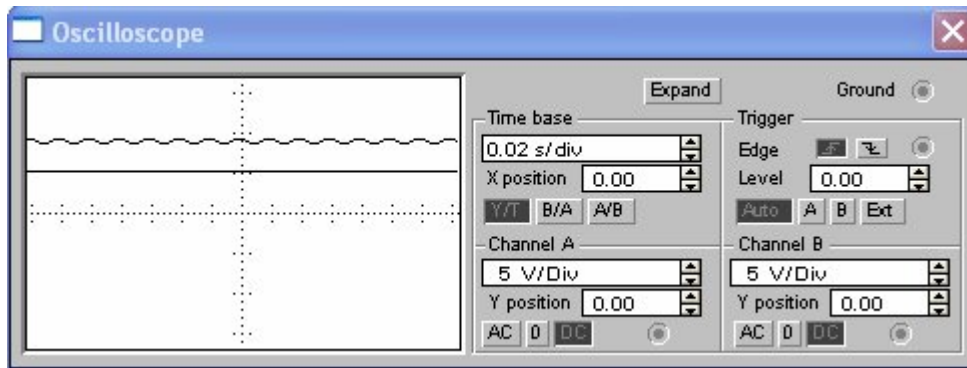

Рисунок 69 – Сигналы на входе и выходе стабилизатора
5. Развернуть панель осциллографа и наблюдать входной и выходной сигналы (Рисунок 69).
10. Развернуть панель осциллографа и наблюдать входной и выходной сигналы (Рисунок 69).